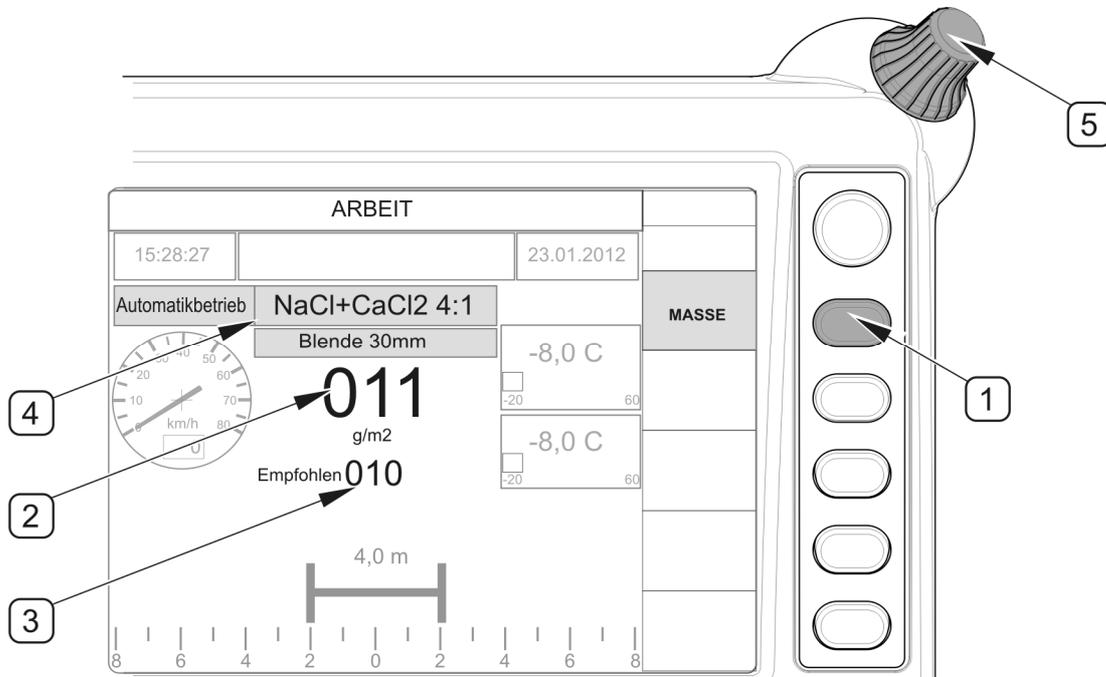

ABBILDUNG 4.31 Korrektur während des Automatikbetriebs (Option)
Auf der Betriebsseite „BETRIEB“ im Menü des Steuerpults (ABBILDUNG 4.31) hat der Bediener die Möglichkeit, die für den Automatikbetrieb festgelegte Dosierung nach Auswahl
der Funktion „GRAMATUR“ zu korrigieren. Die Korrektur erfolgt mithilfe des Drehreglers (5). Auf der Anzeige wird unterhalb der vom Bediener eingestellten Streudichte (2) die empfohlen Dichte (3) für die festgelegte Betriebsart T1, T2 oder T3 (ABBILDUNG 4.31) angezeigt.